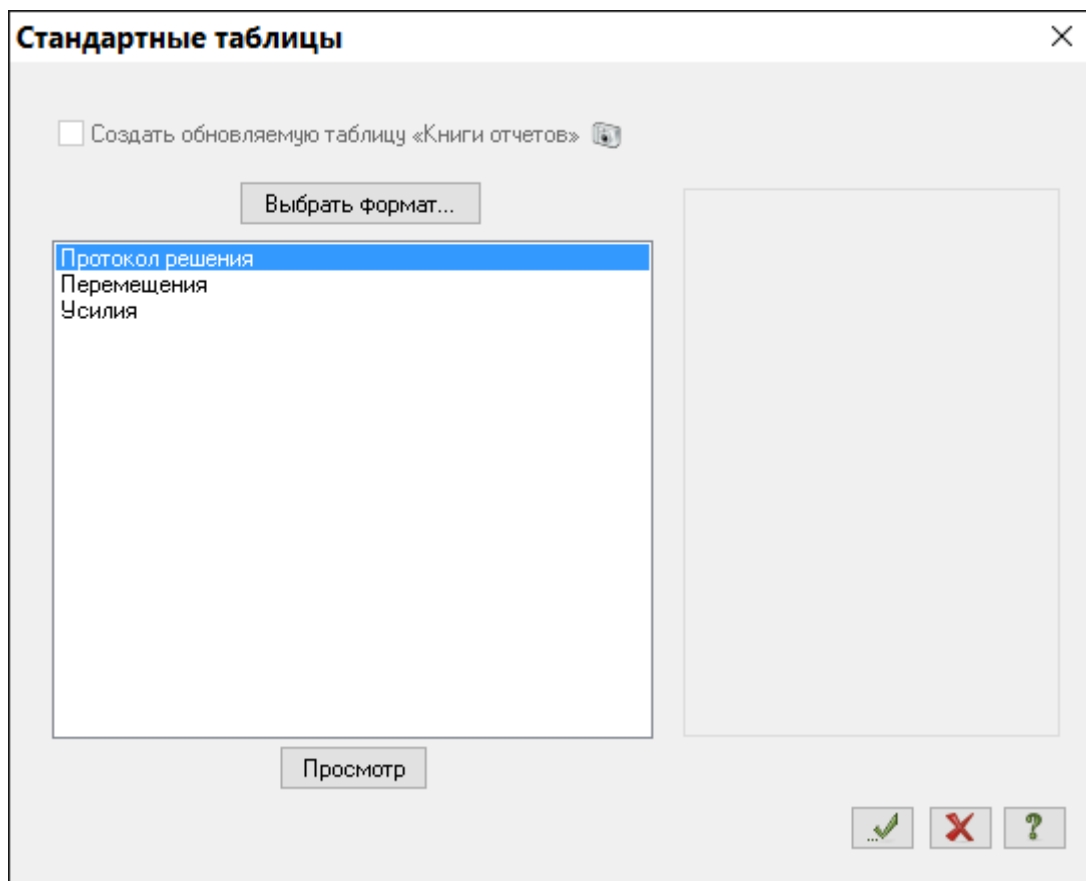

Рис.8.26. Диалоговое окно **Стандартные таблицы**
- После этого в диалоговом окне **Стандартные таблицы** (рис.8.26) выделите строку **Протокол решения**.